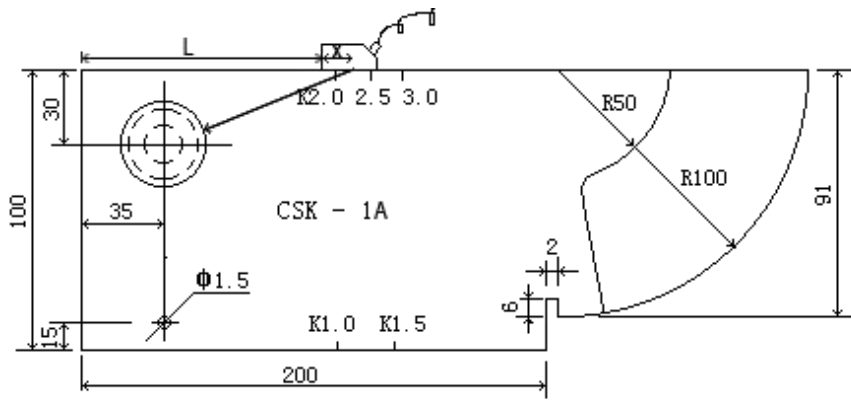
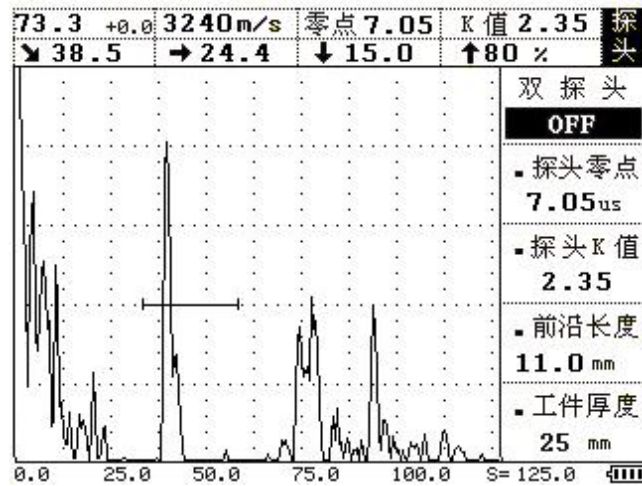

图 4-7
图 4-9
5、校准探头 K 值（角度）：将探头耦合到 CSK- I A 试块上前后移动，如图 4-7，使得 $\phi 50\text{mm}$ 的圆的反射回波达到最高，用钢板尺量出 L，根据 $k=(L+X-35)/30$ 算出 K 值。如图 4-9，按 **探头** 键进入探头菜单，按 **▲**（上）或 **▼**（下）键调整到探头 K 值子菜单，再用 **◀**（左）或 **▶**（右）键调整，使数值等于计算出的 K 值。或者直接按 **波峰记忆** 键，自动校准探头 K 值。